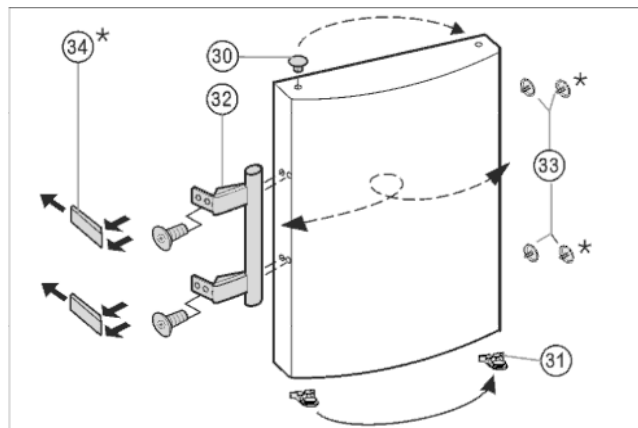

Fig. 7
- Zátky *Fig. 7 (33)* vyjměte z pouzdra ložisek dveří a přemístěte je.
- Madlo dveří *Fig. 7 (32)*, zátky *Fig. 7 (33)* a krycí destičky\* *Fig. 7 (34)* odmontujte a přemontujte na protější stranu.